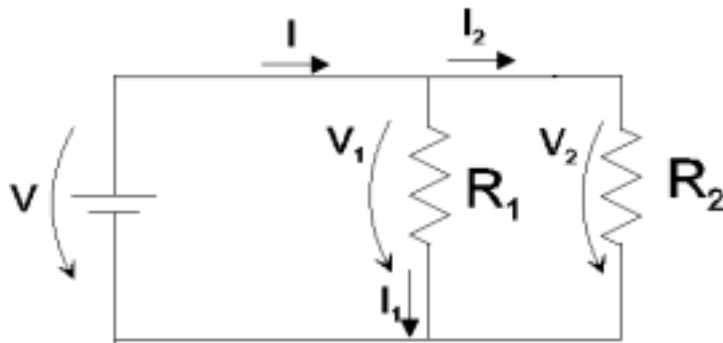

Fig. 3: Resistências ligadas em paralelo
A Fig. 3 mostra um circuito com uma fonte de tensão (V) e duas resistências R_1 e R_2 ligadas em paralelo. Se quisermos substituí-las por uma resistência equivalente R que obrigue a fonte a fornecer a mesma corrente, sabemos que: